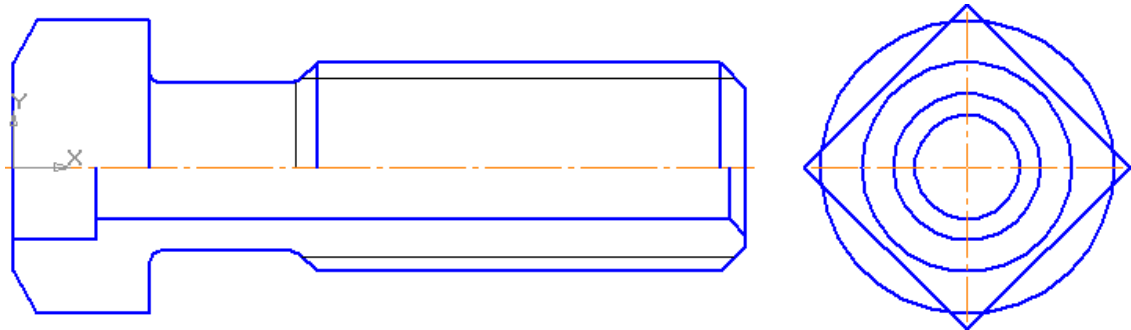
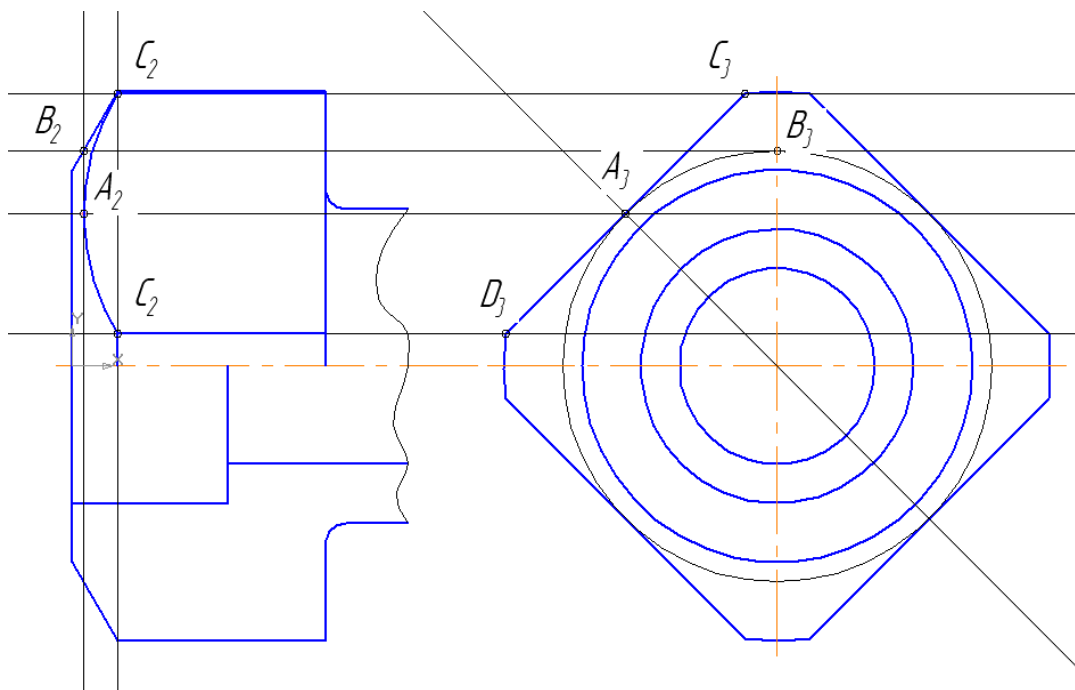

Рис. 5
Рис. 6
3. На виде слева постройте правильный квадрат (по вписанной окружности,  $R11$ , угол «45») и четыре окружности. Для построения четырех концентрических окружностей после вызова команды **Ввод окружности**  укажите положение общего для всех четырех окружностей центра и нажмите кнопку **Запомнить состояние** . После этого введите последовательно значения радиусов окружностей, рис. 5. Командой **Усечь кривую**  на панели **Редактирование**  удалите лишние линии, рис. 6.
4. Выполните на главном виде проекции ребер призмы и линии пересечения призматической и конической поверхностей. Для этого командой **Горизонтальная прямая** (вспомогательная)  определите проекции ребер призмы, рис. 6. Командой **Вертикальная прямая**  определите длину ребер, рис. 6. На рис. 6 показано построение дуг гипербол на боковых гранях призмы, образующихся при сечении конуса (фаски) и призмы. Они заменены дугами окружностей, определяемыми каждая тремя точками.